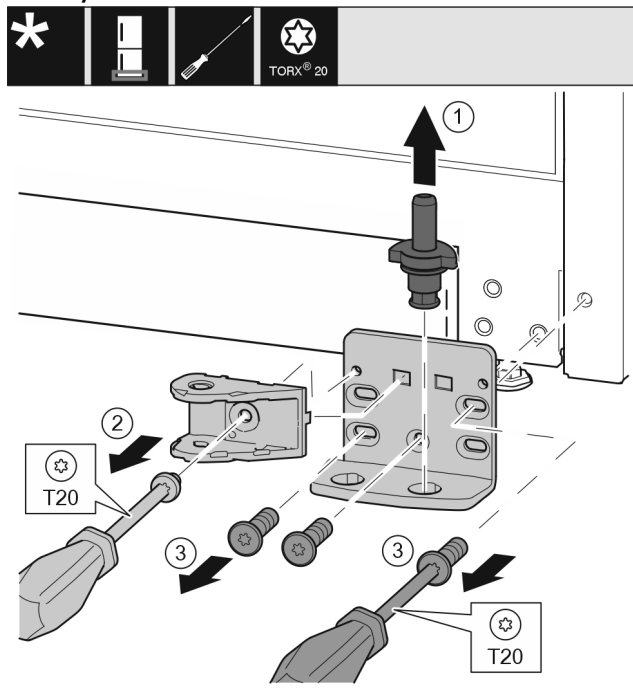

Fig. 34 \*
- ▶ Ložiskový čap vytiahnite úplne nahor. Fig. 34 (1)\*
- ▶ Skrutky vyskrutkujte skrutkovačom T20 a odnímite spoj tlmíča uzatvárania. Fig. 34 (2)\*
- ▶ Skrutky vyskrutkujte skrutkovačom T20 a odnímite ložiskovú konzolu. Fig. 34 (3)\*